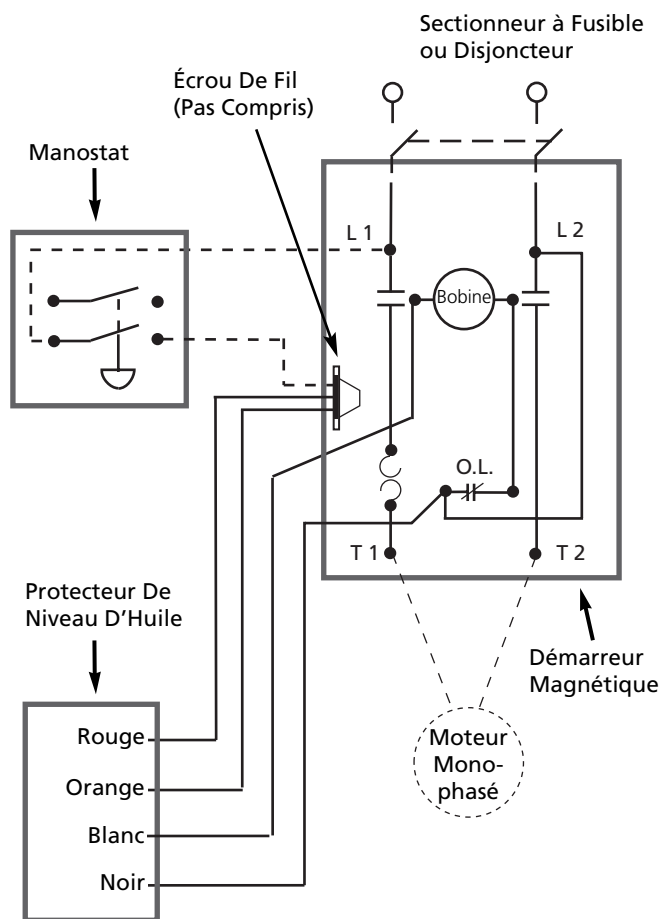

Figure 4 - Schéma d'installation de fils pour 208-230V monophasé
Servez-vous du schéma à la Figure 4, 5 ou 6 pour l'installation de fils du modèle au compresseur
2. Vérifier pour l'installation de fils incorrecte (Se référer à la Figure 4, 5 ou 6).